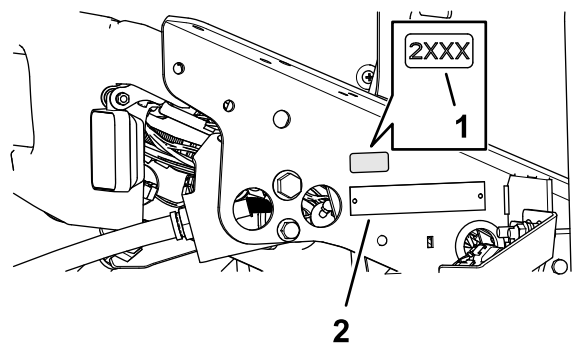

Рисунок 38
1. Очистите поверхность в зоне кронштейна пола рядом с табличкой с серийным номером протирающим спиртом и чистой ветошью и дайте кронштейну высохнуть (Рисунок 38).